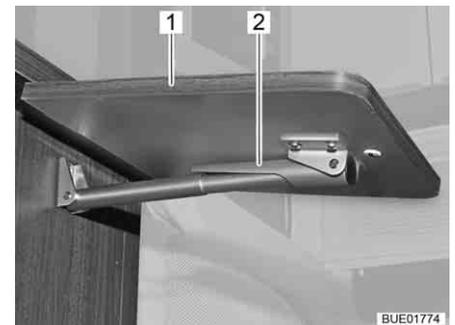

Bild 123 Thekenklapptisch, entriegelt
- Thekenklapptisch (Bild 123,1) außen greifen und leicht anheben. Mit der anderen Hand die Fixierung (Bild 123,2) an der Teleskophalterung nach oben drücken.